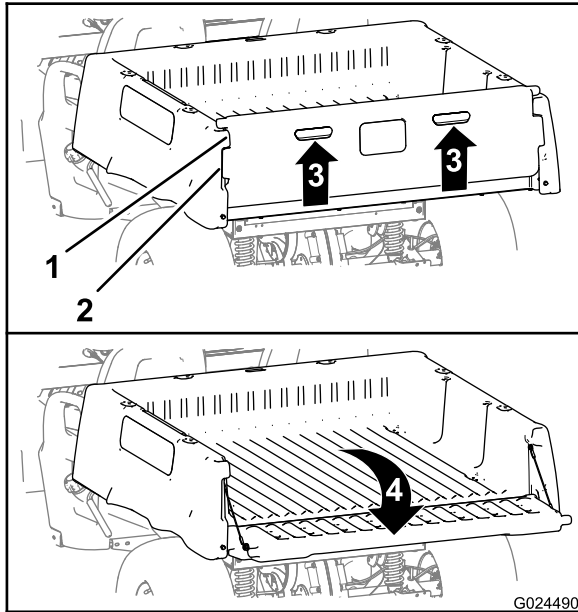

Figura 15
2. Eleve nos locais indicados no painel traseiro da porta traseira (Figura 15).
6. Rode a porta traseira para cima e para a frente até as flanges de bloqueio estarem justas ao espaço da porta na plataforma de carga (Figura 15).
7. Desça a porta traseira até ficar assente na parte de trás da plataforma de carga (Figura 15).